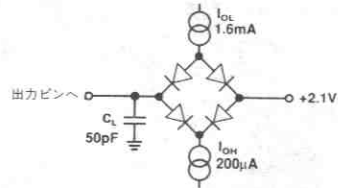

図2. 出力フロート遅延時間測定用負荷回路
4. t_7 は図2の負荷回路を接続したときデータ出力が0.5V変化するのに必要な時間の測定値としています。